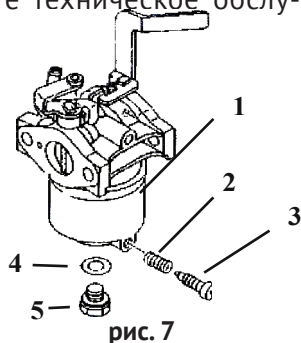

рис. 7
6.6.3 Слейте топливо из поплавковой камеры карбюратора, вывинтив пробку (рис.7 поз.3). После слива установите пробку на место и затяните.